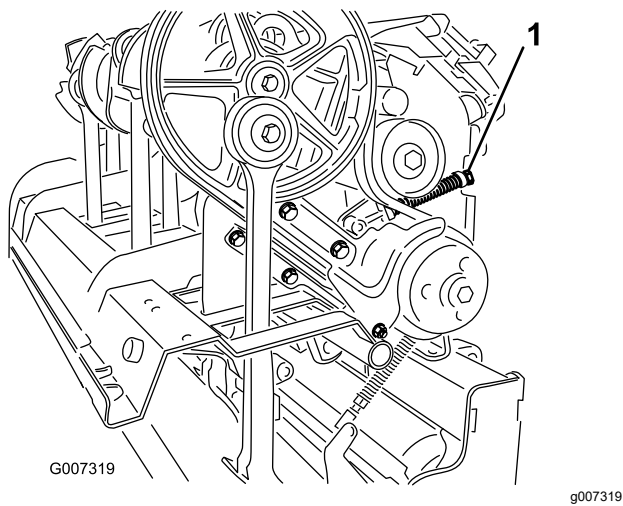

図 38
4. スプリングリテーナ 図 38 を固定しているロックナットをゆるめてリテーナを回してアイドルスプリングの押圧力をなくす。